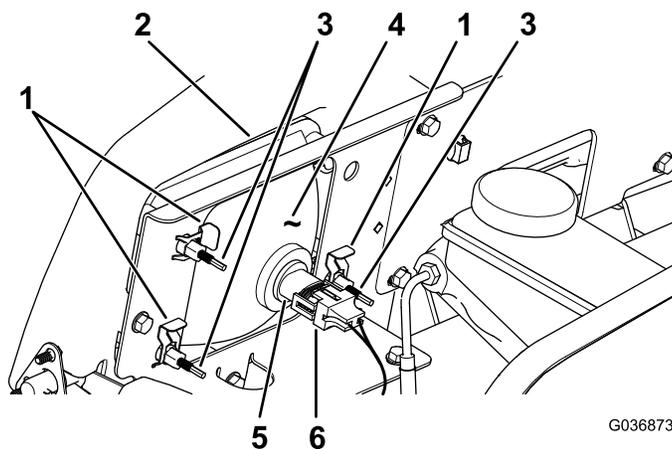

**Рисунок 51**
- Отсоедините электрический соединитель жгута проводов от соединителя лампы в сборе в задней части корпуса передней фары (Рисунок 51).
- Поверните лампу в сборе на  $\frac{1}{4}$  оборота против часовой стрелки и одновременно переместите ее назад, чтобы извлечь из корпуса фары (Рисунок 51).
- Вставьте новую лампу в сборе и корпус фары, совместите выступы в лампе с пазами в корпусе фары (Рисунок 51).
- Закрепите лампу в сборе, повернув ее на  $\frac{1}{4}$  оборота по часовой стрелке (Рисунок 51).
- Подсоедините электрический соединитель жгута к соединителю нового узла лампы (Рисунок 51).